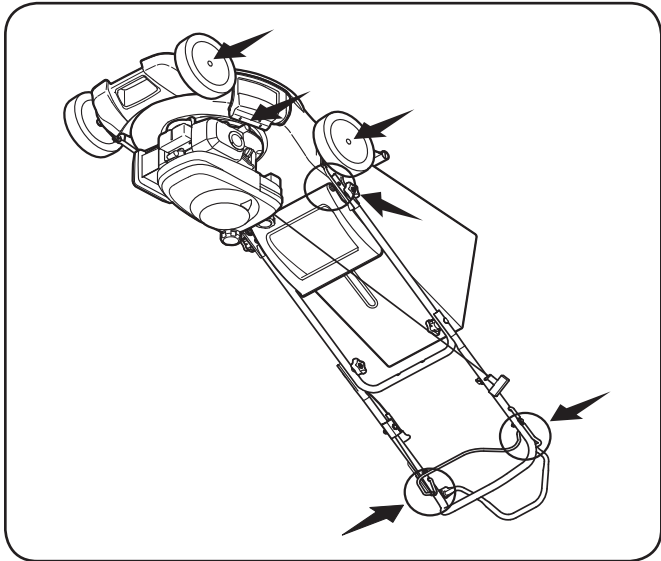

Figure 6-1
- 1. Lubrifiez les points de pivot de la poignée de commande de la lame au moins une fois par saison avec une huile légère. La commande de la lame doit fonctionner facilement dans les deux sens. Voir la Figure 6-1.
- 3. Le ressort de torsion et le point de pivotement sur la porte d'éjection arrière et bouchon de déchargement du coter doivent être lubrifiés périodiquement avec une huile légère pour empêcher la rouille. Voir la Fig. 6-1.